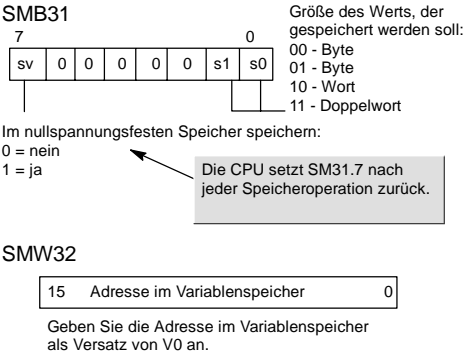

Bild 4-16 SMB31 und SMW32
Sondermerkerbyte 31 (SMB31) weist die S7-200 an, einen Wert des Variablenspeichers in den Bereich des Variablenspeichers im nullspannungsfesten Speicher zu kopieren. Sondermerkerwort 32 (SMW32) speichert die Adresse des Werts, der kopiert wird. Bild 4-16 zeigt das Format von SMB31 und SMW32.
- 2. Laden Sie die Größe der Daten in SM31.0 und SM31.1 (siehe Bild 4-16).